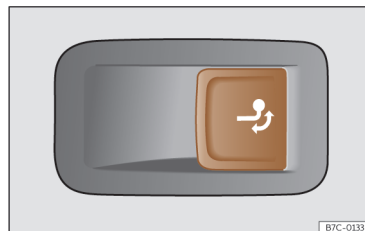

Fig. 172 Sur le côté droit du coffre à bagages : touche pour déverrouiller le crochet d'attelage.
- Tirez la touche >>> **fig. 172** brièvement. Le crochet d'attelage se déverrouille électriquement et tourne automatiquement vers l'extérieur. Le témoin de la touche clignote.
- Tirez la touche >>> **fig. 172** brièvement. Le crochet d'attelage se déverrouille électriquement.
- N'appuyez jamais sur la touche >>> **fig. 172** lorsqu'une remorque est accrochée ou qu'un porte-bagages ou d'autres accessoires sont montés sur l'attelage.